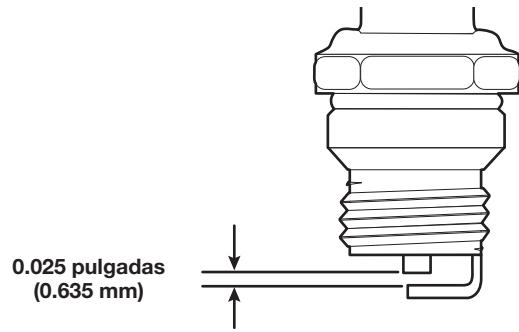

Fig. 32
4. Use un calibrador de separación para ajustar una separación de aire de **0.025 pulgadas (0.635 mm)** (Fig. 32).